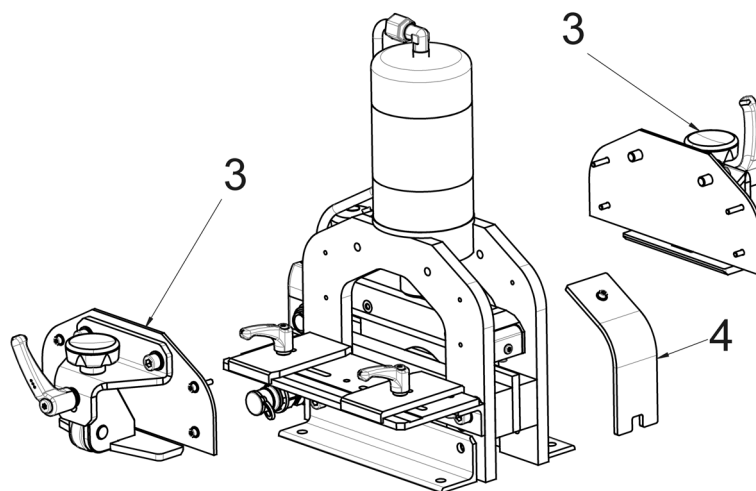

Fig. 11 : démontage des maintiens
- Démontez les deux maintiens (fig. 11, 3) et la fenêtre de protection vitrée latérale (fig. 11, 4).
- Remonter enfin les maintiens (fig. 11, 3) et la fenêtre de protection vitrée (fig. 11, 4) et connecter à nouveau le raccord hydraulique.